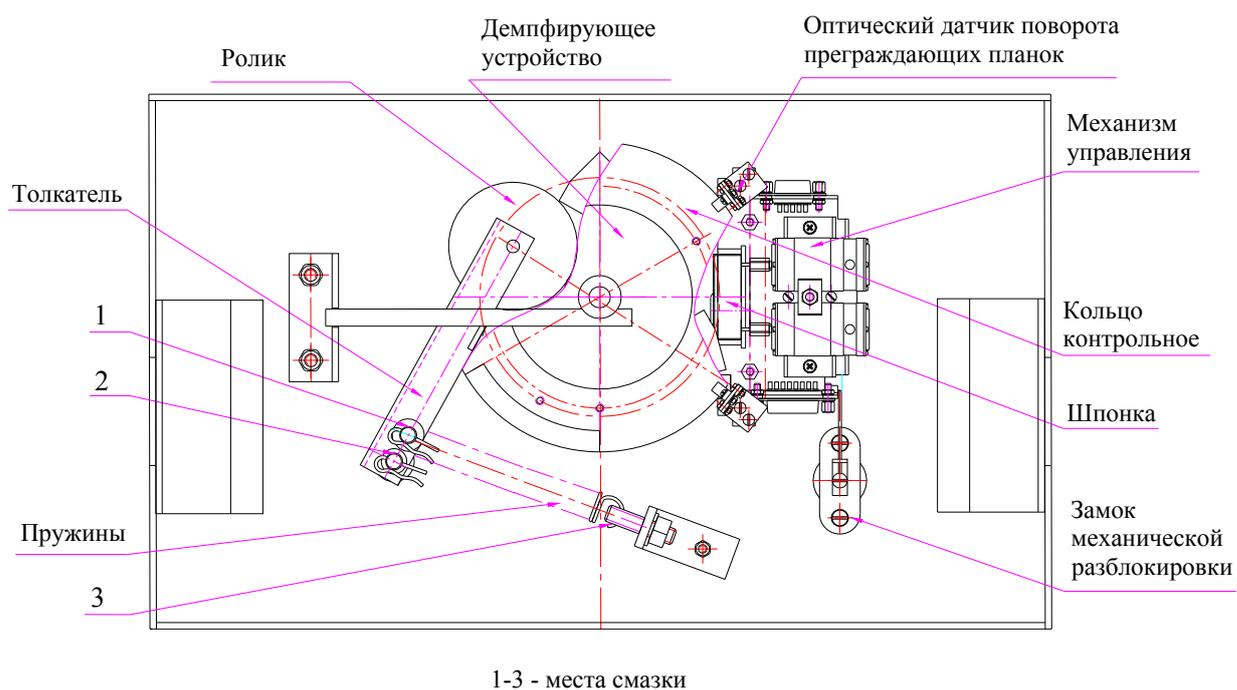

Рисунок 10 – Расположение внутренних деталей и узлов механизма TB01
- снять крышку (3) в порядке, указанном в разделе 6;
- осмотреть устройство доворота (толкатель, пружины и ролик), оптические датчики поворота преграждающих планок и демпфирующее устройство (см. рисунок 10);
- механизмы секретности замка механической разблокировки (7) и замка крышки (4) со стороны замочной скважины;
- проверить крепление преграждающих планок (5), для этого:
- отвернуть отверткой винт М4х25 крепления крышки (6) и снимите крышку;